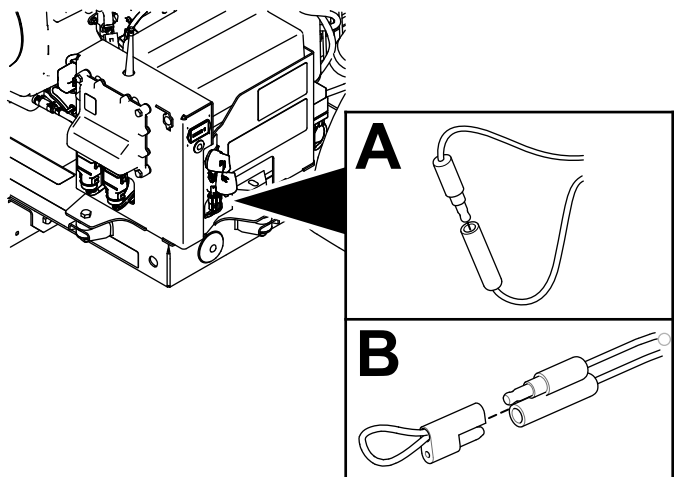

Figura 57
2. Retire o conector de um pino ao conector de uma tomada (Figura 57).
3. Ligue o conector de um pino ao conector de uma tomada na tampa (Figura 57).